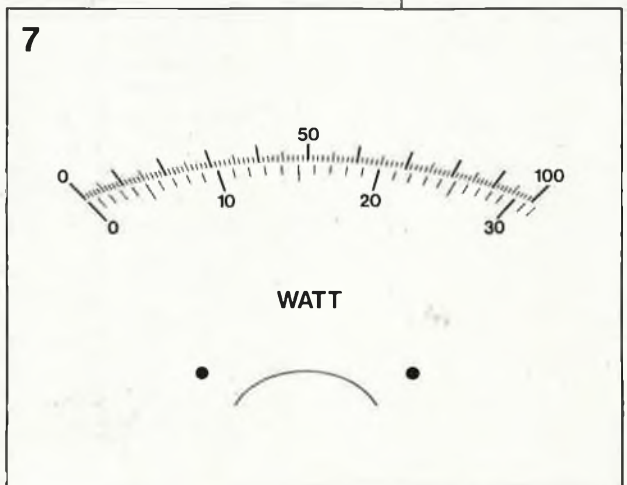

Figure 7. L'échelle supérieure de la double graduation va de 0 à 10(0), l'échelle inférieure s'étend elle de 0 à $\sqrt{10}$ soit 3,16 (31,6 en fait).
résistances série R1...R5 (voir le croquis de la figure 4). Un fil de cuivre de 1 mm de section possède une résistance d'environ 20 mΩ par mètre. Nous avons donné aux résistances des valeurs telles que les calibres soient étagés selon un facteur $\sqrt{10}$ (= 3,16). La double graduation de l'échelle (voir figure 7) permet ainsi une lecture directe de la puissance. Bien qu'elle exige deux commutateurs, cette disposition a cependant l'avantage d'assurer une lecture directe du calibre utilisé et donc de permettre la lecture de la valeur visualisée sans le moindre calcul (intéressant ça!!!). Les résistances R1...R3 sont réalisées à l'aide d'un morceau de fil de cuivre émaillé de 1 mm de section sur lequel on soude des prises intermédiaires aux endroits indiqués sur
Le croquis de la figure 6 donne un exemple de disposition des calibres. La commutation des calibres étant étagée selon un rapport de $\sqrt{10}$, l'appareil peut se contenter d'une double échelle telle celle donnée en figure 7. Vous aurez sans doute remarqué que le débattement pleine échelle était respectivement de 10(0) et de $\sqrt{10}$ ($\approx 3,16$, 31,6 en fait). L'intersection des deux domaines définis sur la matrice par les sélecteurs de tension et de courant indique l'échelle à adopter.